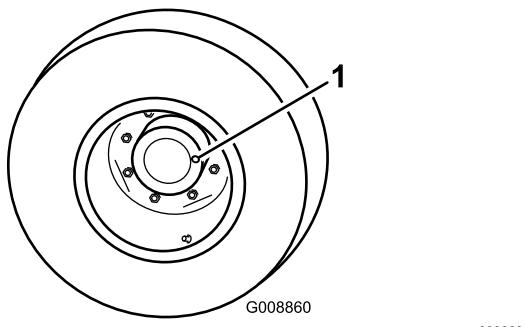

図 41
1. 平らな場所で、ホイールの点検/ドレン・プラグ 図 41 が時計の3時または9時の位置に来るよう停止させる。
2. プラネタリに付いているプラグ 図 41 を抜く。ブレーキの後側で、プラグ穴の高さまで油量があればよい。